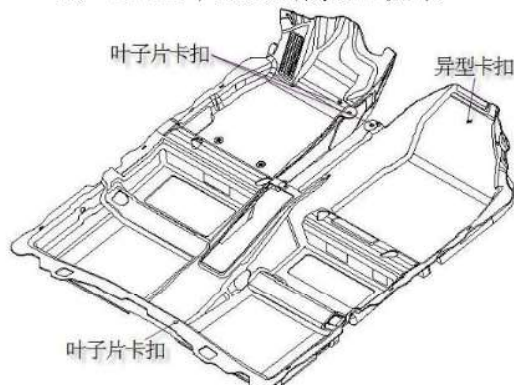

图 1-13-2 地毯安装结构图
- a. 地毯固定卡扣：用一字螺丝刀轻轻撬起卡扣头部，然后用手向上将其取出。相同的方法即可将图 1-13-2 所示卡扣拆卸完毕，然后双手拉起地毯的后部边缘，再水平往后慢慢拽出地毯，直至整个地毯总成完全取出。